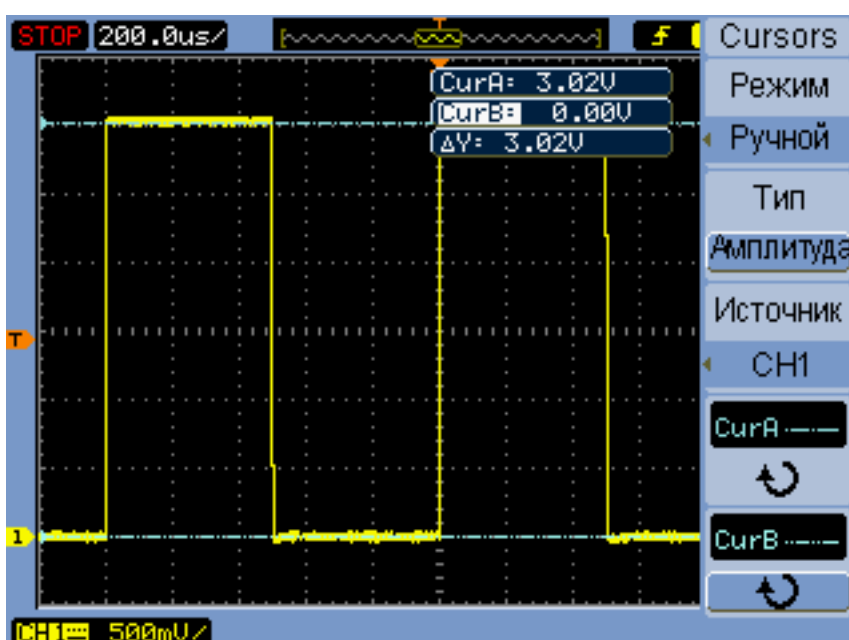

Рис. 11 Использование курсоров амплитуды для измерения двойной амплитуды напряжения сигнала прямоугольной формы
- 24 Поверните ручку **ввода**, чтобы расположить курсор амплитуды В на верхней точке сигнала. Изображение на дисплее осциллографа теперь должно соответствовать Рис. 11.